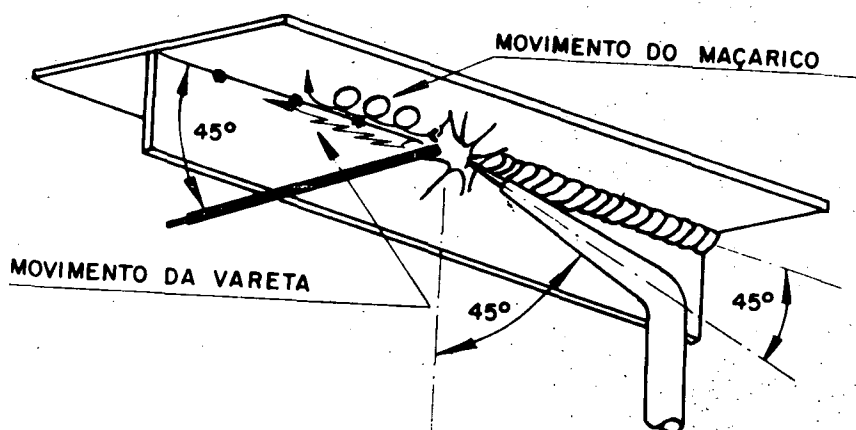

Fig. 1
- a Incline o bico e a vareta de adição (fig. 1).
- b Oscile o bico e a vareta (fig. 1).